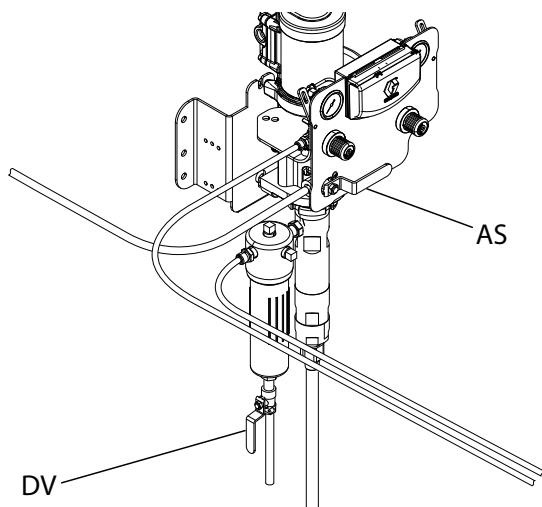

FIG. 8. Vanne d'arrêt d'air et de fluide de la pompe d'alimentation
2. Arrêter les pompes d'alimentation en fluide pour l'ensemble des couleurs, catalyseurs et solvants en fermant la vanne d'arrivée d'air (AS) et en purgeant la vanne de vidange d'alimentation en fluide (DV) de toutes les pompes d'alimentation. La FIG. 8 est illustrée à titre d'exemple, mais la disposition de votre pompe d'alimentation spécifique peut varier.